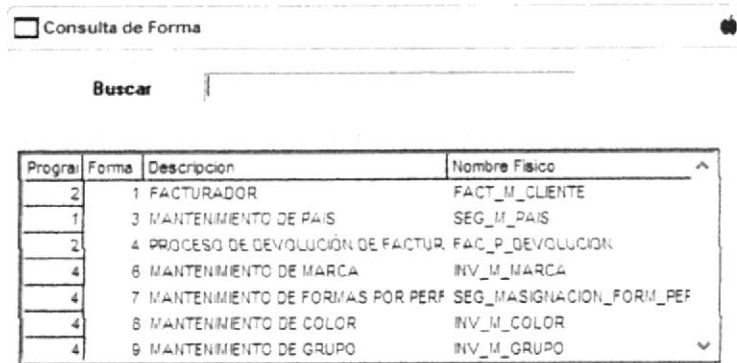

Figura 5.20 Mensaje de Ingreso de Color
5. Si se ha realizado el ingreso aparecerá el mensaje (Ver figura 5.20)